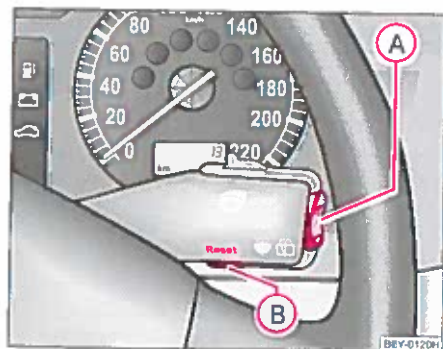

Fig. 11 Informationsdisplay: Betjeningselementer
- Menuen aktiveres ved at trykke på knappen **A** ⇒ fig. 11 længere end 1 sekund.
Efter 10 sekunder eller efter betjening af knappen **(A)** ⇒ side 20, fig. 11 bliver fejlmeddelelserne udvisket og arkiveret under angivelsen **CAR STATUS (VOGNSTATUS)**.